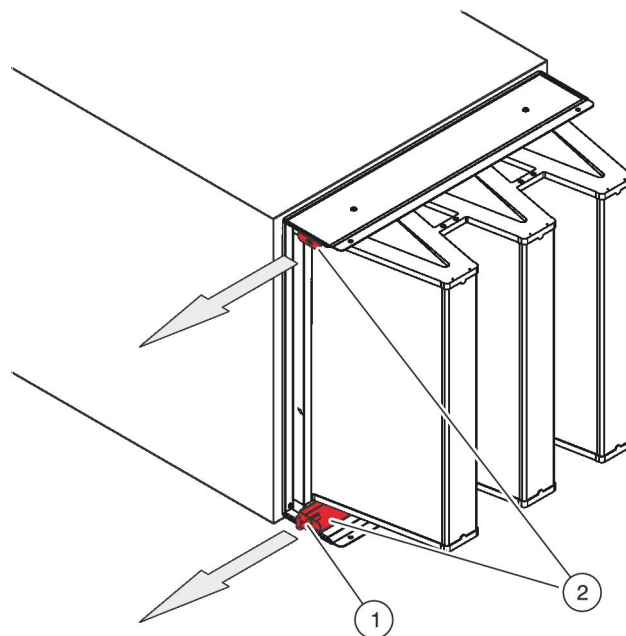

Рис. 59: Извлечение монтажных рельс
4. ▶ Используйте специальный ключ (Рис. 59/1), чтобы извлечь монтажные рельсы (Рис. 59/2) до конца.